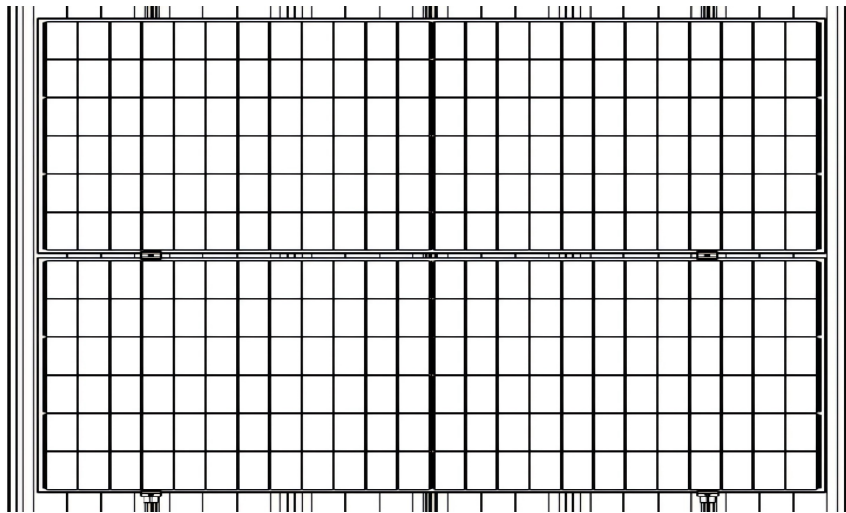

図 7-5
- 上記の方法に従って 2 枚目の製品を配置し、同様に左右の位置を調整して整列します。(図 7-5)。